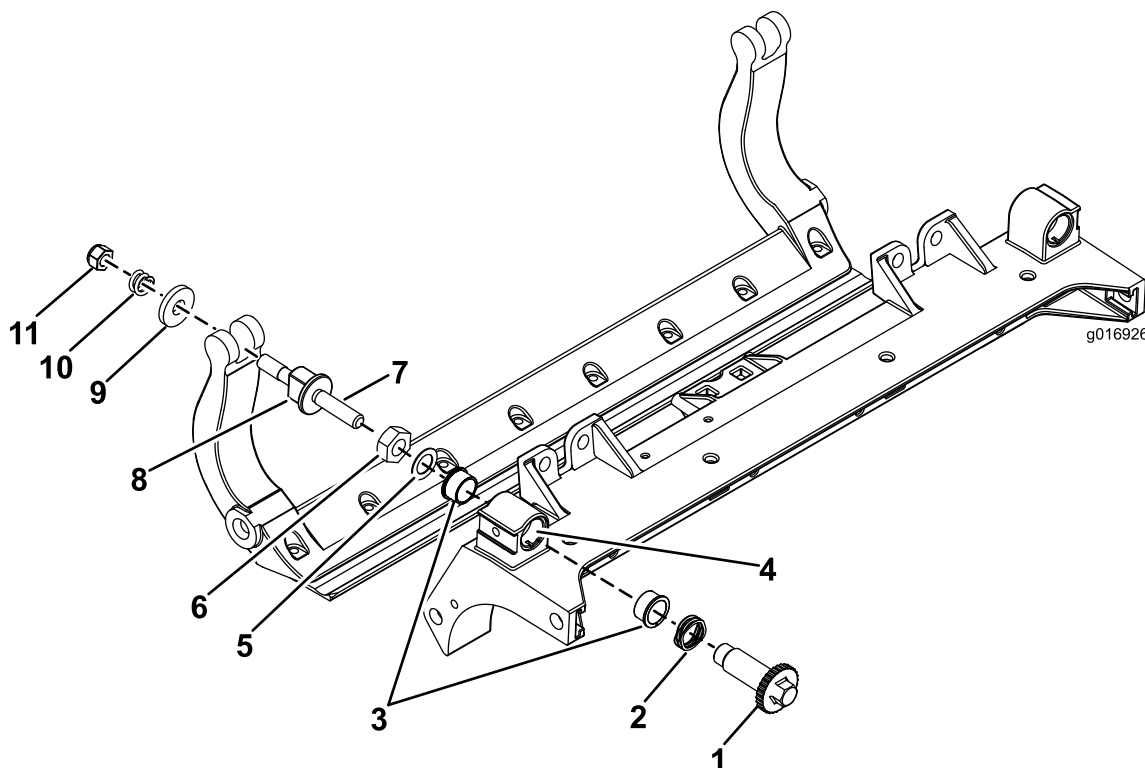

Figure 31
1. Déposez toutes les pièces (voir les *Instructions d'installation* du Kit DPA renforcé, modèle n° 120–7230 et Figure 31).
2. Appliquez du produit antigrippage « Never Seize » à l'intérieur du logement des bagues sur le cadre central du plateau de coupe (Figure 31).
3. Alignez les clavettes des bagues à embases sur les fentes de leur logement sur le cadre, et mettez les bagues en place (Figure 31).
4. Posez une rondelle ondulée sur l'axe de réglage et insérez l'axe dans les bagues à embase sur le cadre du plateau de coupe (Figure 31).
5. Fixez l'axe de réglage avec une rondelle plate et un contre-écrou (Figure 31). Serrez le contre-écrou à un couple de 20 à 27 Nm.
11. Placez une rondelle en acier à l'extérieur de chaque rondelle en nylon (Figure 31).
Remarque: Les rondelles peuvent présenter un espace à l'intérieur (Figure 31).
13. Serrez l'écrou sur chaque vis de réglage de la barre d'appui jusqu'à ce que le ressort de compression soit complètement comprimé, puis desserrez l'écrou de 1/2 tour (Figure 31).